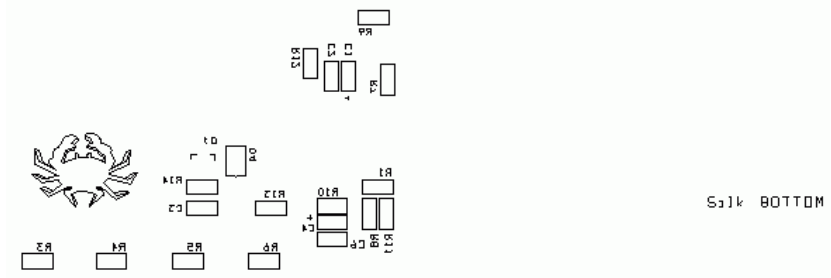

рис. 7-35
**SSB (рис. 7-35), Silkscreen BOTTOM**. Рисунки и надписи, которые будут нанесены на нижней стороне.